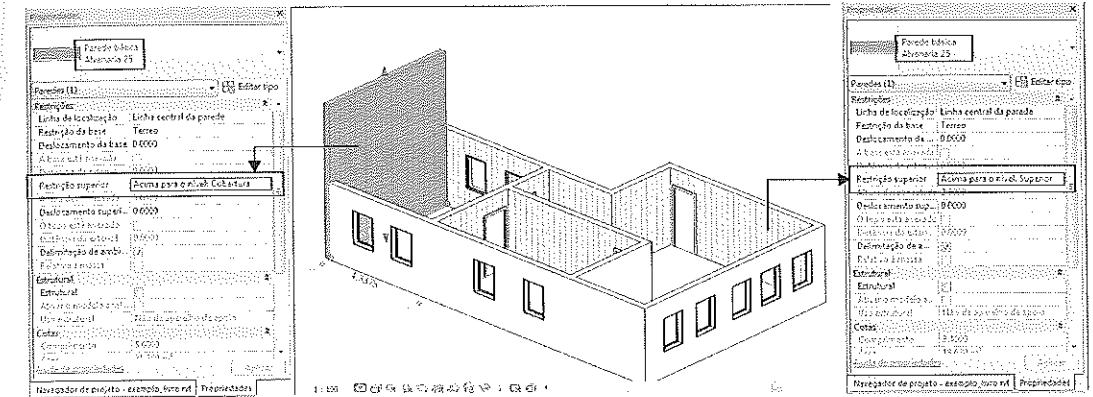

Figura 3.15 – Propriedades - propriedades de instância.
■ **Propriedades:** define os parâmetros específicos de um elemento inserido no modelo a que chamamos de instância. Neste exemplo, um mesmo tipo de parede, **Alvenaria 25**, tem uma das paredes com altura (**Restrição superior**) até o nível **Acima para o nível: Cobertura** e outras em que a altura já é definida como **Acima para o nível: Superior**, ou seja, vai até a altura do pavimento superior. Se a altura desses pavimentos for alterada, a altura da parede altera-se automaticamente. Por isso, esta é uma propriedade de instância, isto é, de um objeto selecionado no modelo. Outras paredes do mesmo tipo podem ter alturas diferentes, mas todas com 25 cm de espessura e as mesmas características de acabamento, estrutura, representação no projeto etc. A janela **Propriedades** exibe as propriedades do objeto selecionado ou a ser inserido, as quais representam uma instância do objeto no projeto, Figura 3.15.